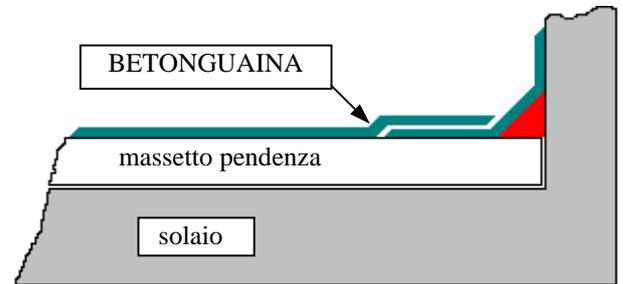

fig. 2
- Procedere sull'orizzontale applicando a rullo il primo strato abbondante di BETONGUAINA e, immediatamente a seguire, stendere l'armatura (MAT o NYCON), sormontando di qualche centimetro i bordi (vedi fig. 2)